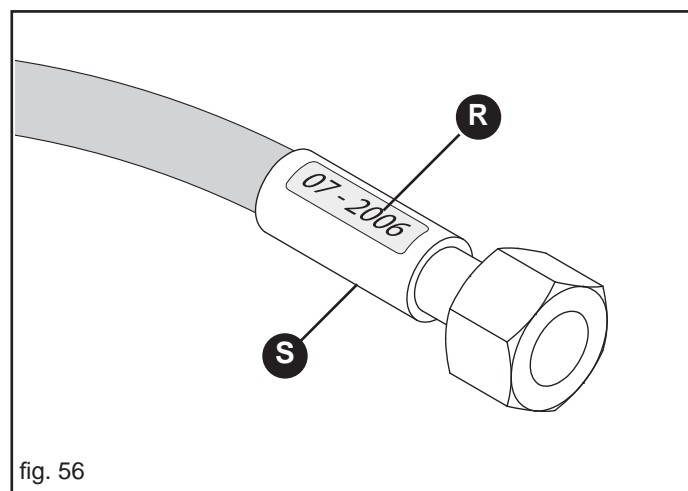

fig. 56
- La durée de vie des tuyaux oléodynamiques ne peut dépasser 5 ans, même s'ils ne sont pas utilisés (usure naturelle). La figure 56 (R) donne un exemple de l'année de production des tuyaux oléodynamiques.
- pertes autour de l'armature du tuyau (S, Fig. 56).
- corrosion de l'armature (S, Fig. 56);
- échéance de 5 ans à compter de la production (R, Fig. 56).